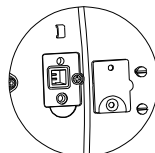

Figure 4-2. Broches LFT.
2. Démontez le couvercle de sécurité sous la balance afin d'accéder aux deux broches situées dans un logement (reportez-vous à la figure 4-2). Raccourcissez ces broches (un tournevis plat peut être utilisé), tout en mettant la balance **ON**. La balance effectuera une procédure de démarrage et l'affichage présentera ensuite l'état en cours [LFT OFF] (LFT ARRÊT, déverrouillé) ou (LFT MARCHÉ, verrouillé) ; appuyez sur la touche **No** pour modifier ce réglage ou sur la touche **Yes** pour le confirmer.